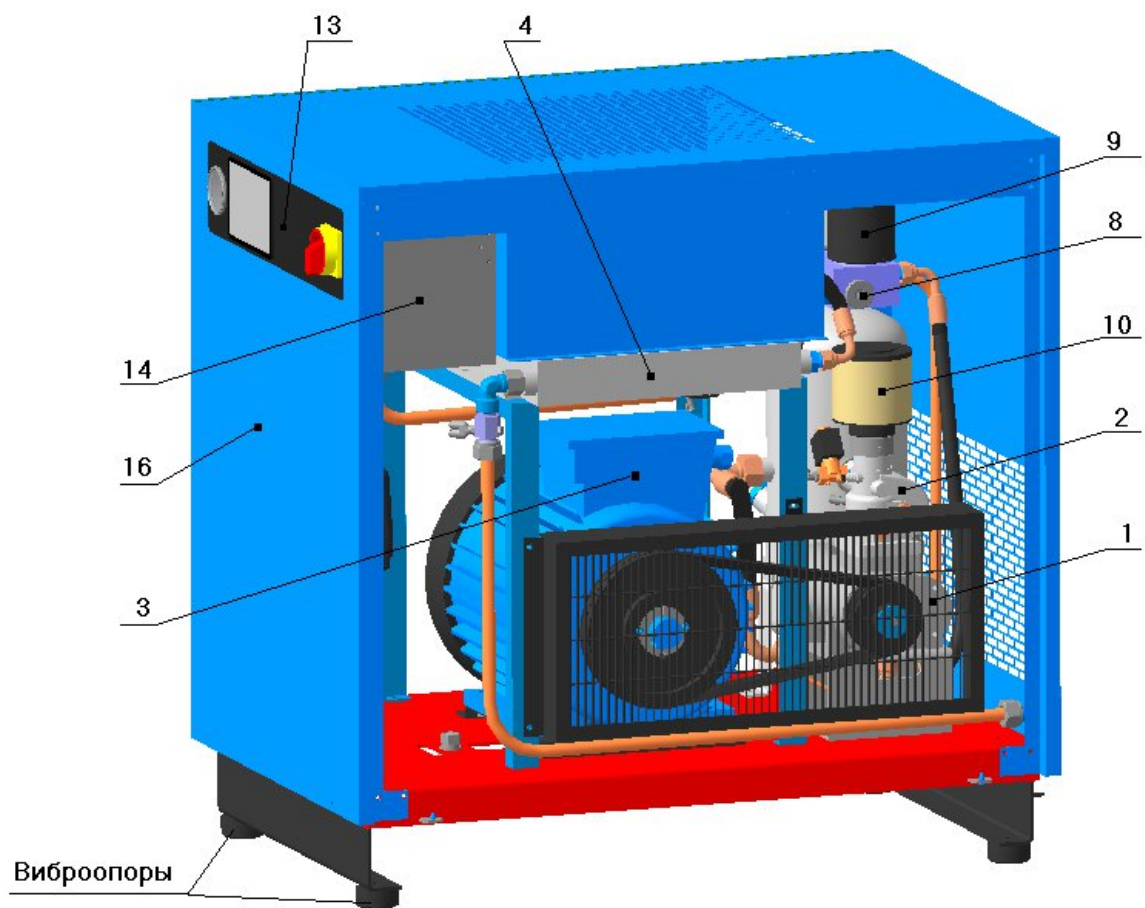
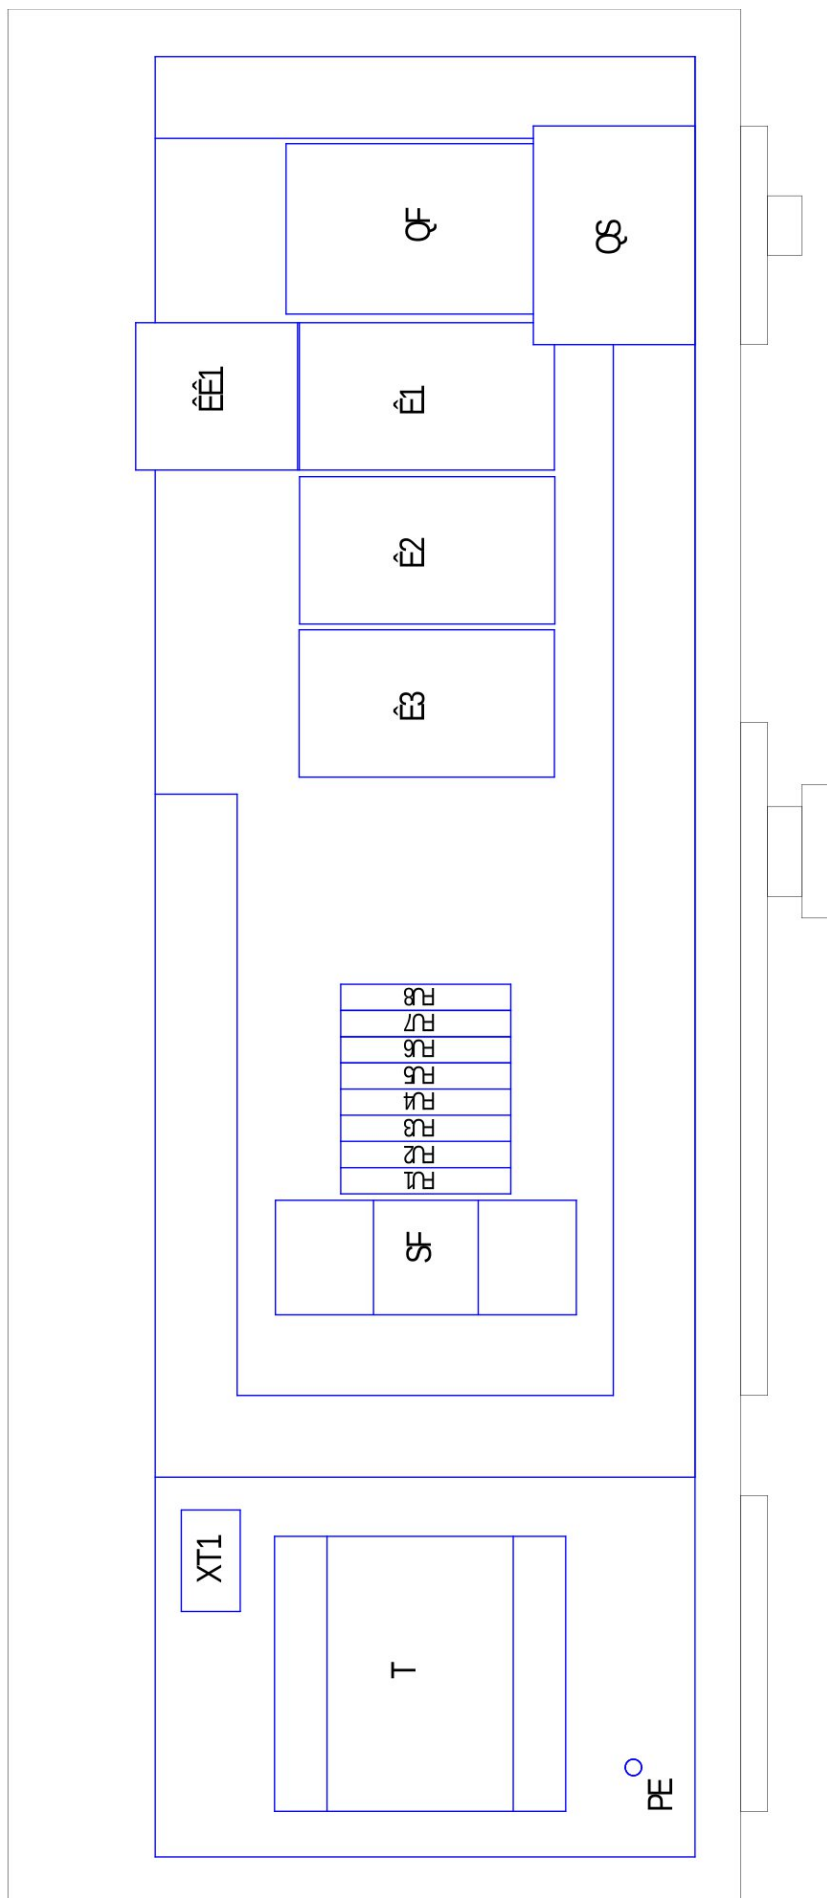

Рисунок 1 – Общий вид компрессорной установки ВК20Е-8(10, 15)
Рисунок 7 – Блок-схема платы монтажной
**1 - Винтовой блок** предназначен для выработки сжатого воздуха. В установке применен компрессорный винтовой блок модели CE55RW (см. рисунок 1 и 4 или 2 и 4, или 3 и 4). В корпусе винтового блока расположены: винтовая группа, пропускные каналы для воздуха и масла.
**2 – Клапан всасывающий** (см. рисунок 1 или 2, или 3) воздушный выполняет функцию подачи воздуха в камеру сжатия и предотвращения выброса наружу сжатого воздуха и масла в момент останова установки при любом давлении подачи сжатого воздуха. Переключение клапана всасывающего в режим "Загрузка" или "Холостой ход" осуществляется при помощи клапана электромагнитного, который управляется программируемым контроллером от сигнала датчика давления.
**3 - Электродвигатель** (см. рисунок 1 или 2, или 3) предназначен для привода винтового блока.
**4 - Воздушно-масляный радиатор** (см. рисунок 1 или 2, или 3) двухсекционный, комбинированный выполняет функции охлаждения масла и предварительного охлаждения воздуха на выходе из установки. Радиатор охлаждается проходящим через него потоком воздуха, который нагнетается электровентилятором, установленным на радиаторе.
**5 - Маслосборник** (см. рисунок 1 или 2, или 3) выполняет следующие функции:
**7 - Клапан минимального давления** (см. рисунок 1 или 2, или 3), установленный на линии нагнетания, предназначен для поддержания минимального давления в пределах 2...4 бар внутри установки до тех пор, пока давление в распределительной сети не уравнивается с давлением внутри установки. Одновременно этот клапан выполняет функцию обратного клапана, блокируя установку от распределительной сети во время ее останова или работы на холостом ходу.
**8 - Термостат** (см. рисунок 1 или 2, или 3) состоит из запорного плунжера и термочувствительного глицеринового элемента, изменяющего направление потока масла в зависимости от температуры, и смонтирован в корпусе, на котором также установлен фильтр масляный.
**9 - Фильтр масляный** (см. рисунок 1 или 2, или 3) неразборный изготовлен в металлическом корпусе. Он расположен в контуре смазки и предотвращает попадание твердых частиц на рабочие поверхности винтов и подшипников. Его замена необходима после выработки часов, указанных в разделе "ТО" и напрямую зависит от технического обслуживания воздушного фильтра и от качества масла.
**10 - Фильтр воздушный** (см. рисунок 1 или 2, или 3) впускной открытого типа. Функция воздушного фильтра - предотвращение попадания загрязняющих частиц в зону винтовой группы и систему смазки. Некачественное обслуживание воздушного фильтра приводит к уменьшению срока службы блока винтового.
**11 - Фильтр-маслоотделитель (сепаратор)** (см. рисунок 1 или 2, или 3) завершает операцию отделения масла от сжатого воздуха и обеспечивает остаточное содержание масла в сжатом воздухе не более 3 мг/м3.
**12 - Визуализатор возврата масла** (см. рисунок 1 или 2, или 3) предназначен для визуальной оценки количества масла на возврате из фильтра-маслоотделителя. Масло, отделенное фильтром-маслоотделителем, возвращается в систему смазки установки. Визуализатор позволяет проверить эффективность работы фильтра-маслоотделителя и системы сепарации.
**13 - Панель управления** (см. рисунок 1 или 2, или 3). На лицевую сторону панели управления вынесены следующие органы управления, контрольно-измерительная и сигнальная аппаратура (рисунок 9):
**14 - Шкаф с электроаппаратурой** (см. рисунок 1 или 2, или 3) представляет собой короб закрытого типа с установленной платой, на которой смонтирована пускорегулирующая аппаратура и устройства защиты (блок-схема см. рисунок 7), доступ к которым осуществляется путем демонтажа верхней панели корпуса и крышки шкафа.
**16 - Корпус шумозащищенного исполнения** (см. рисунок 1 или 2, или 3) служит для снижения уровня шума в рабочей зоне установки.
- 4) Плавкие предохранители FU1- FU8 - (см. рисунок 7) защита цепей управления и сигнализации;